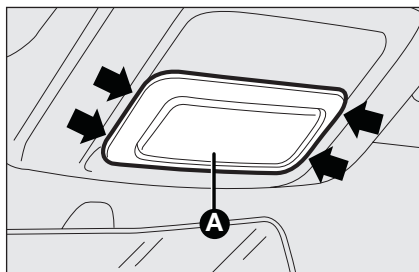

fig. 25
- ☐ en utilisant le tournevis fourni, enlevez le plafonnier **A**-fig. 25 en agissant à l'endroit indiqué par la flèche;